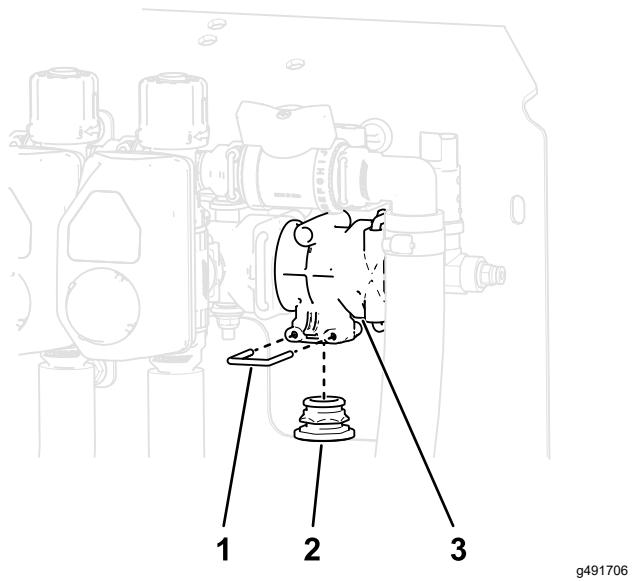

図 25
- バイパスキャップを固定しているリテーナを取り外し、マシンのTマニホールドの底部からバイパスキャップを取り外す。(図 25)。